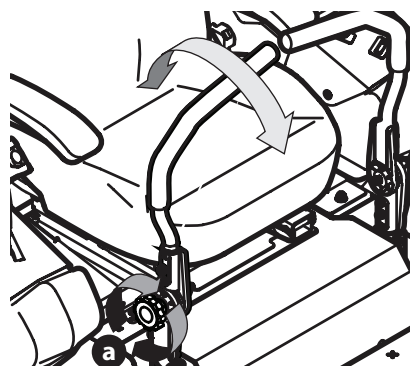

Figure 7
- Desserrez le bouton du levier de commande (a) pour déverrouiller les leviers de commande de l'entraînement (Figure 7).
- Déplacez les leviers de commande de l'entraînement à l'angle désiré et resserrez le bouton de commande de l'entraînement (a) pour fixer les leviers de commande de l'entraînement en place (Figure 7).